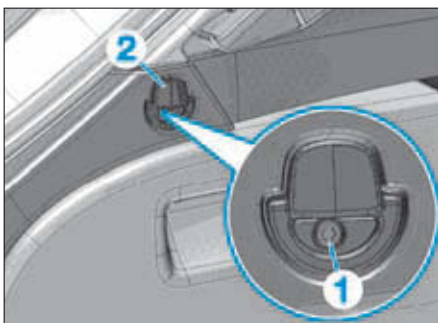

FIG. 30
- la vis (1) crochets d'arrimage (2) (Fig.30),
- le crochet d'arrimage (2).